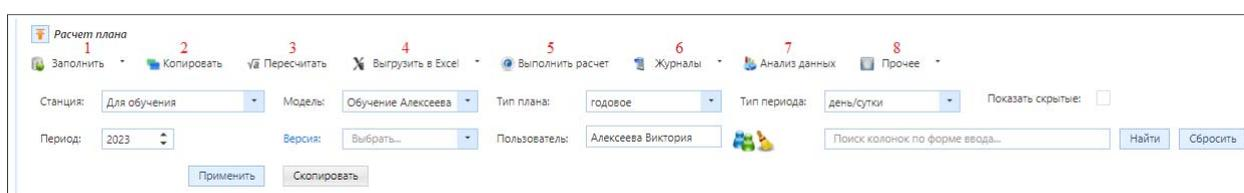
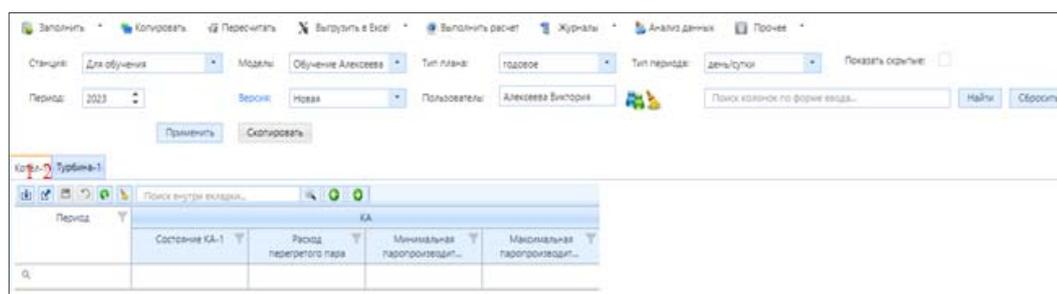

Рисунок 4.5.28 – Интерфейс подраздела «Расчет плана»
Рисунок 4.5.29 – Незаполненная Форма ввода для годового плана
Подраздел «Расчет плана» предназначен для выполнения плановых расчетов пользователями (рис. 4.5.28).
После выбора станции, типа плана и установки периода, необходимо нажать кнопку «Применить» (рис. 4.5.28) для дальнейшей работы с подразделом. После нажатия на кнопку «Применить» в подразделе появится форма ввода в виде вкладок с таблицами (рис. 4.5.29).
Выгрузить в Excel можно весь отчет или отдельные листы. Для кнопки «Выгрузить в Excel» (рис. 4.5.29) есть две опции: выгрузить весь отчет и выгрузить по шаблону. Произойдет скачивание и сохранение файла в директорию, в которую производится сохранение загруженных файлов на ПК пользователя. Если же необходимо выгрузить отдельную вкладку, то нужно нажать кнопку (1) (рис. 4.5.29), также можно редактировать выгруженные данные в MS Excel и загрузить обратно с помощью кнопки (2) (рис. 4.5.29).